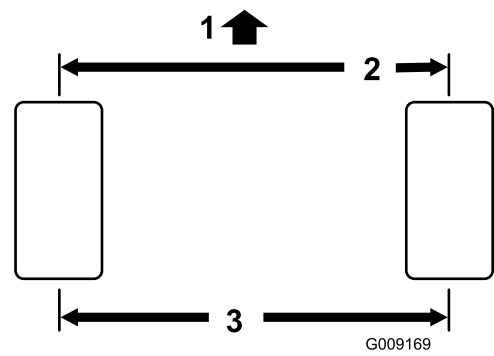

Figura 74
1. Meça a distância de centro a centro (à altura do eixo) na zona dianteira e traseira dos pneus da direcção. A medição dianteira deverá ser 3 mm inferior à medição traseira (Figura 74).